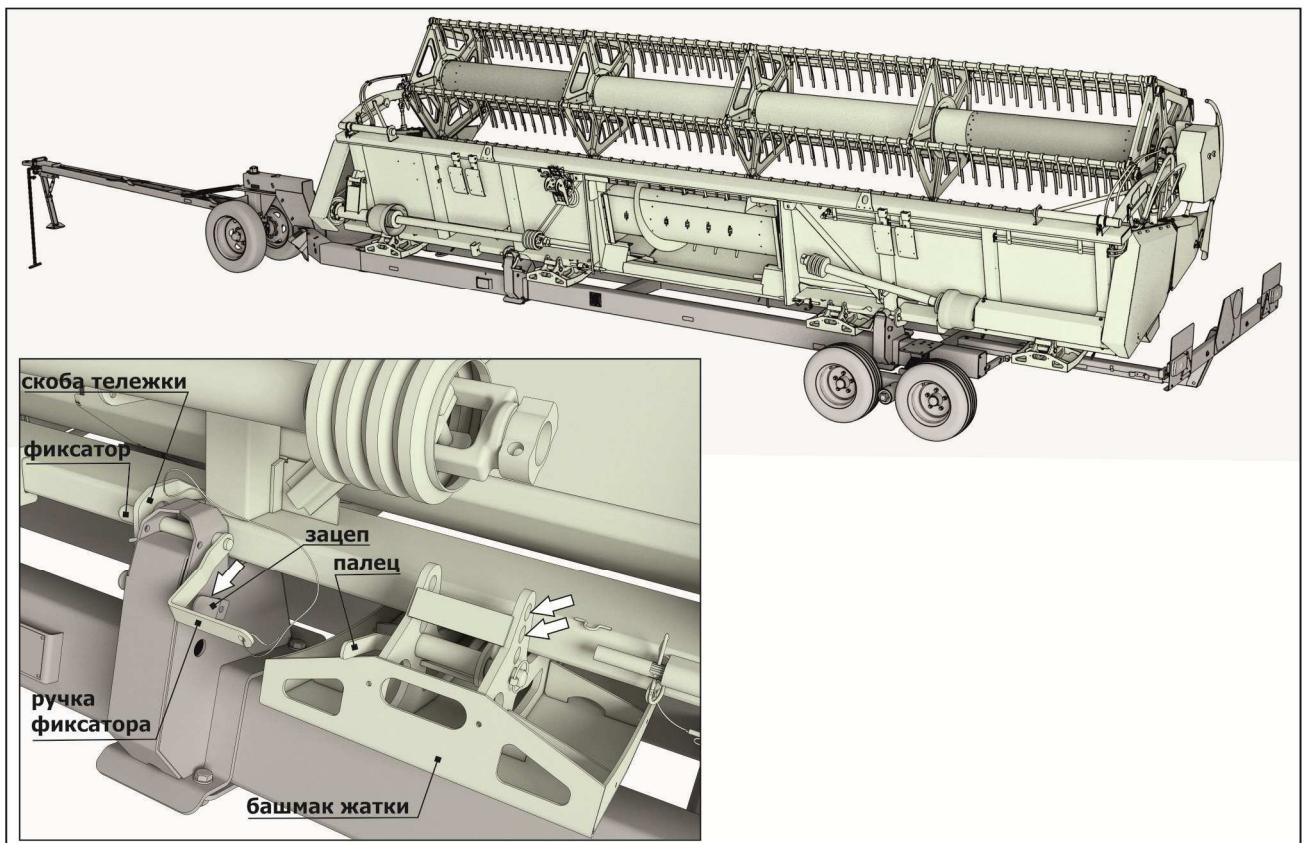

Рисунок 8.3 - Установка жатки на приспособление ППА-4000-01
8.2.1.2 Жатку необходимо установить на приспособление таким образом, чтобы фиксатор опор можно было свободно задвинуть в скобу жатки. Повернуть фиксатор, так чтобы ручка фиксатора зашла между зацепом и стеной опоры (см. рисунок 8.3) .
- 2) установить в крайнее заднее положение кронштейн фонарей приспособления (рисунок 8.3).
- 3) перевести башмаки (рисунок 8.3) в крайнее верхнее положение (перестановкой пальцев);
8.2.2.2 Жатку необходимо установить на приспособление таким образом, чтобы фиксатор опор (рисунок 8.3) можно было свободно задвинуть в скобу жатки. Повернуть фиксатор, так чтобы ручка фиксатора зашла между зацепом и стеной опоры.